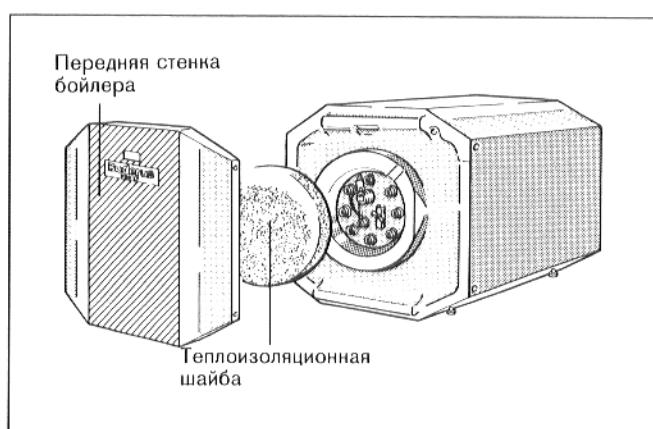

Рис. 5
- Снять переднюю стенку бойлера в направлении вперед, и устраниТЬ теплоизоляционную шайбу из мягкого пенопласта (рис. 5).